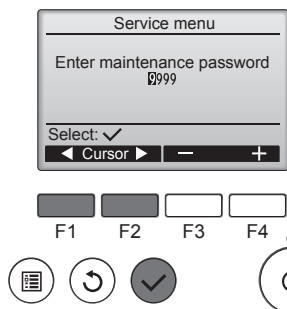

Fig. 7-3
- ① Sélectionnez "Service" dans le menu général puis appuyez sur le bouton .
- ② Lorsque le menu SAV est sélectionné, une fenêtre vous invitait à saisir le mot de passe apparaît. (Fig. 7-3)